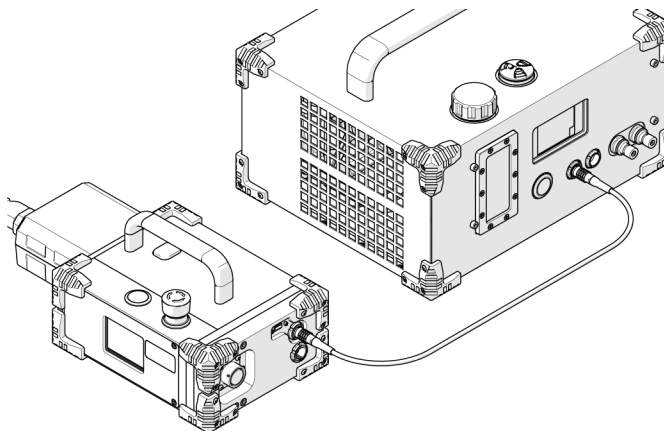

Abbildung 2-59 Anschließen des Zusatzkabels an Kühler und Stromversorgung
1. Richten Sie den roten Punkt des Steckers auf die Oberseite des AUX-Anschlusses aus. Drücken Sie den Stecker in einen der AUX-Anschlüsse des Kühlers (siehe Abbildung 2-59 auf Seite 87).
2. Verbinden Sie das Hilfskabel mit dem Leistungsregler (siehe Abbildung 2-59 auf Seite 87).